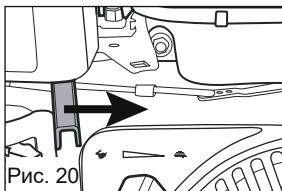
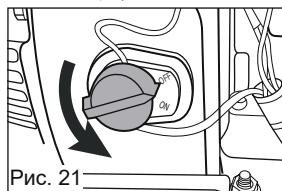
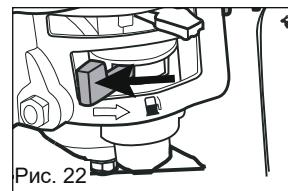

Рис. 20
Рис. 21
Рис. 22
- Переместите рычаг дроссельной заслонки полностью вправо в направлении индикатора (рис. 20), переведите выключатель двигателя вкл/выкл в положение "ВЫКЛ" (рис. 21), а рычаг подачи топлива - влево, в закрытое положение (рис. 22).